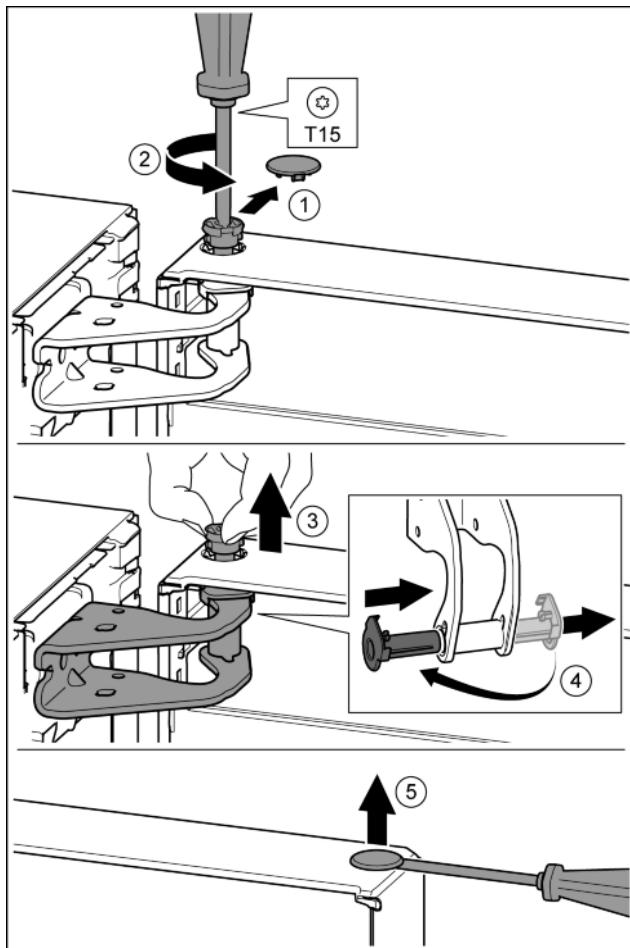

Fig. 8
- Осторожно снять предохранительную крышку. Fig. 8 (1)
- Немного выкрутить палец отверткой T15. Fig. 8 (2)
- Удерживать дверь и вытянуть палец рукой. Fig. 8 (3)
- Опорную втулку вывести из направляющей. Установить и зафиксировать с другой стороны. Fig. 8 (4)
- Осторожно приподнять шлицевой отверткой заглушку из опорной втулки двери и вынуть. Fig. 8 (5)